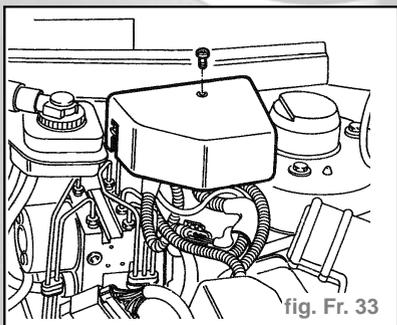

fig. Fr. 33
- Enlever le couvercle de protection des fusibles et relais (fig. Fr. 33).